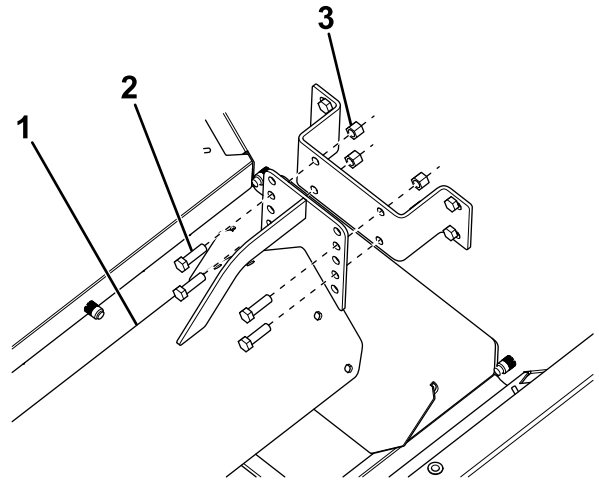

图15
7. 使用 4 个螺栓（ $\frac{3}{8}$  x  $1\frac{1}{4}$  英寸）和螺母将隔板的 1 端固定至前安装支架（图15）。在后安装支架上重复上述步骤。